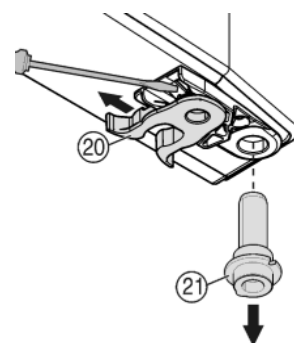

Fig. 9
▶ Přemístěte pružinovou svorku Fig. 9 (20): Stiskněte nos zarážky, přes ni stáhněte pružinovou svorku.
▶ Vytáhněte ložiskový čep Fig. 9 (21) z dveřní objímky a nasadte spolu s podložkou na protější stranu. Nos zarážky musí ukazovat k vnitřní straně dveří, zářez k vnější straně.
▶ Nasadte dveře dole a ložiskový čep Fig. 9 (21) do stojanu ložiska. Příp. ložiskovým čepem otáčejte tak, aby mohl zaskočit do západky.